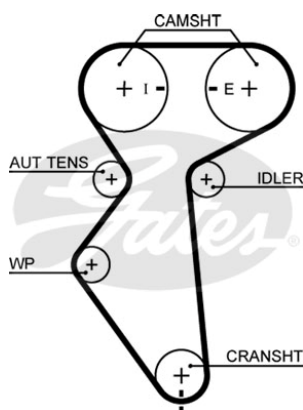

Fig. 1
Haverier sker oftast på grund av att vattenpumpen inte vrids för att justera rätt spänning på kamremmen. Även om transmissionen är med en "automatisk" spännare, måste monteringen ske korrekt. Detta sker genom den excentriska vattenpumpen, som finns nedanför spännaren. (Fig. 1)
2. sätt motorn på TDC: vrid motorn medurs så att inställningsmärkena på vevaxeln och motorn är i linje med varandra (Fig 1). Lås kamaxlarna med Gates multi-lock verktyg (GAT 4695)
4. vrid motorn två varv medurs (genom att vrida vevaxeln) till TDC så att inställningsmärkena stämmer överens, Fig 1.